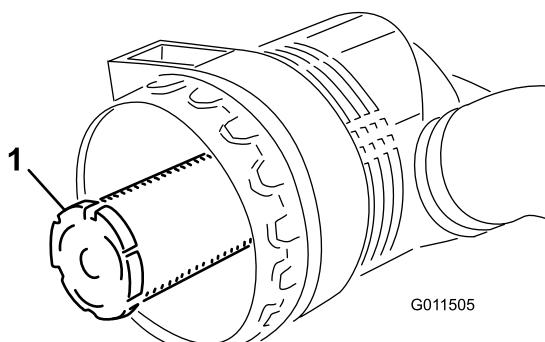

Figure 48
d'endommager le matériau du filtre. Vérifiez que le filtre de rechange n'a pas été endommagé pendant le transport. Vérifiez l'extrémité d'étanchéité du filtre et du boîtier. N'utilisez pas l'élément s'il est endommagé. N'enlevez **pas** l'élément de sécurité (Figure 48).
**Important:** N'essayez jamais de nettoyer l'élément de sécurité (Figure 48). Remplacez-le une fois sur trois, quand vous effectuez l'entretien du préfiltre.